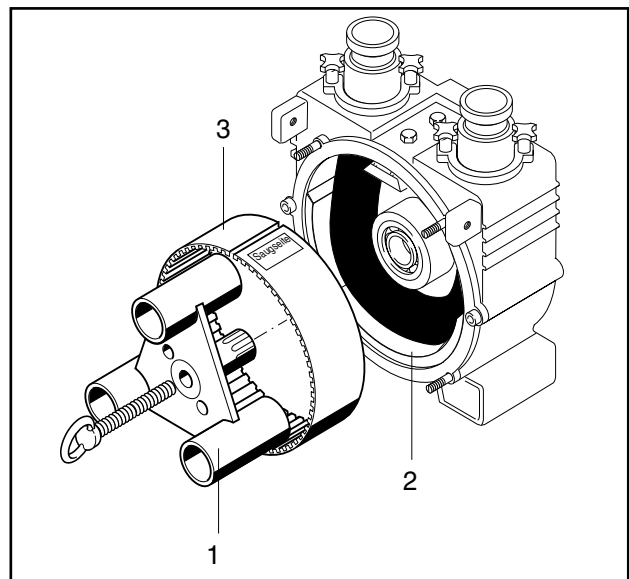

Fig. 3
Le matelas 2 (fig. 3) est un élément en élastomère intégré dans la pompe et dans lequel la compression la plus importante du flexible a lieu.
Le séparateur (pos. 3, fig. 3) permet d'isoler la chambre d'aspiration de l'intérieur de la pompe, mais aussi de préserver le tuyau de refoulement. Celui-ci protège le rotor (pos. 1, fig. 3) contre tout endommagement causé par des produits abrasive ou grossiers en cas de rupture du tuyau. Le séparateur peut être remplacé en desserrant simplement deux vis.